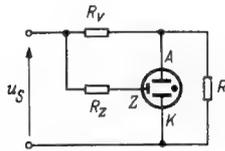

Bild 31. Stabilisator mit Zündelektrode
b) Es wird ein Stabilisator mit Zündelektrode angewendet (Bild 31). Man dimensioniert den Vorwiderstand R_V so, daß an R bzw. am Stabilisator eine Spannung liegt, die nur wenig größer als die Brennspannung ist; d. h. man läßt die Bedingung (3) aus Abschnitt D außer Betracht. Beim Einschalten liegt demnach an A eine für die Zündung zu niedrige Spannung, dagegen an Z über R_Z die notwendige Zündspannung. Die Strecke Z—K zündet; die entstehende Ionisierung ist ausreichend, um auch die Hauptstrecke A—K zu zünden. — Der Widerstandswert für R_Z liegt gewöhnlich zwischen 100 und 500 k Ω . Man kann daraus erkennen, daß der über Z fließende Strom vernachlässigbar ist.